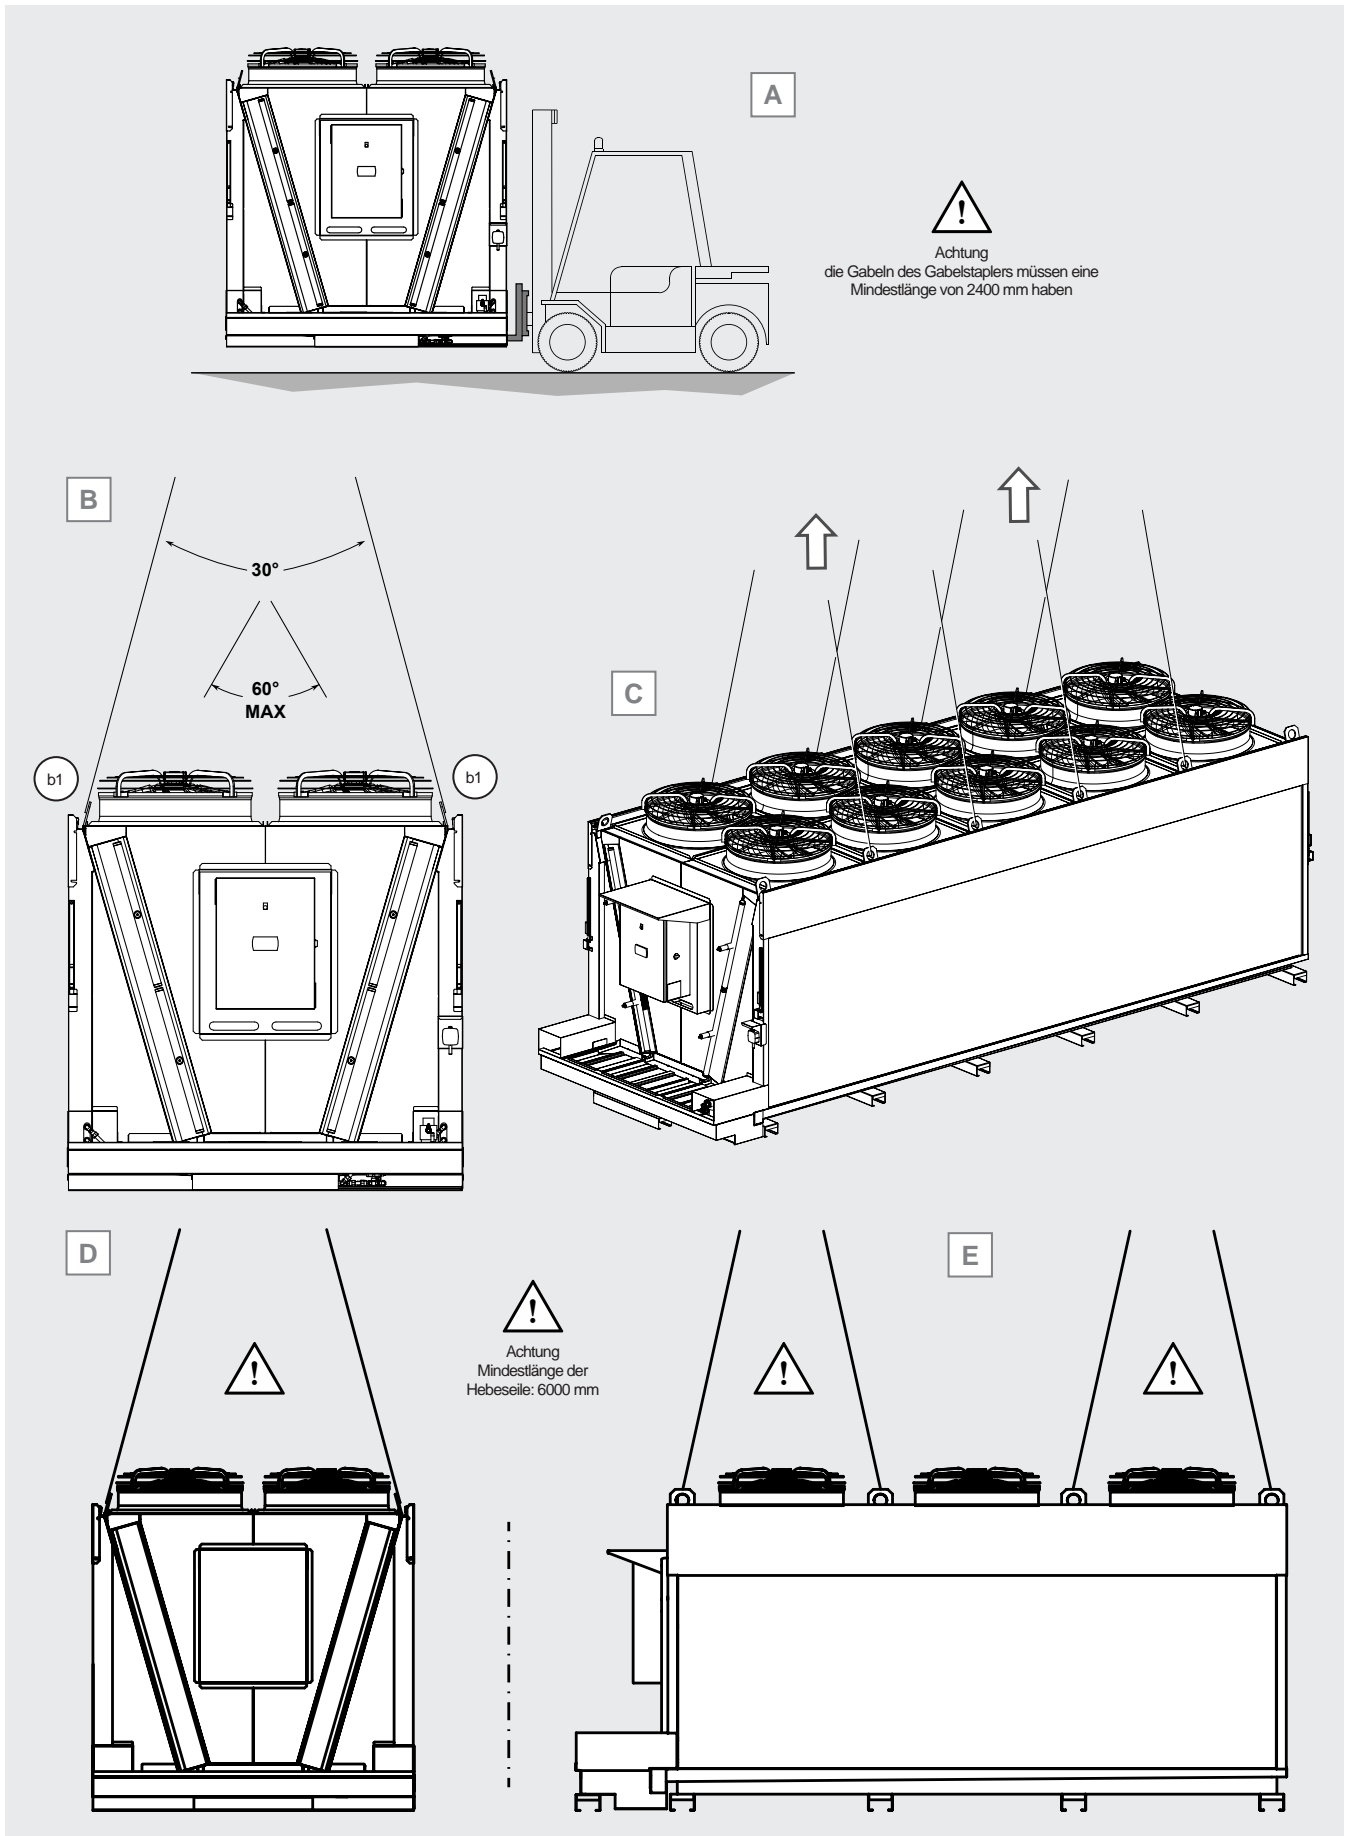

Abbildung 6
- 5.7 Für das Be- und Entladen des Modells vom Transportfahrzeug müssen die Hebebügel eine Länge von mindestens 2400 mm oder mehr aufweisen. Siehe Abbildung 6 A.
- 5.8 Für das Be- und Entladen vom Transportfahrzeug mit einem Kran oder Hallenkran ist dieser an den in Tabelle 3 angegebenen Hebepunkten zu befestigen. Siehe Abbildung 6 B. Hinweis: Zur Erleichterung der reinen Be- und Entladevorgänge vom Transportfahrzeug können auch nur vier Hebepunkte verwendet werden.
- 5.10.1 Den Kran oder das Brückenkran an den Hebepunkten (b1) anschlagen, siehe Abbildung 6 B. Alle Hebepunkte verwenden. Bei Modellen mit 5 Motoren pro Reihe ist die Verwendung von 4 Hebepunkten pro Seite (zentrale Hebepunkte) zulässig.
- 5.10.2 Das Modell anheben und in die endgültige Position bringen. Siehe Abbildung 6 C.
Für das Be- und Entladen des Modells vom Transportfahrzeug sowie für dessen Handhabung sind Hebeseile und Traversen zu verwenden. Traversen können sowohl in Längs- als auch in Querrichtung eingesetzt werden. Siehe Abbildung 6 D und E.